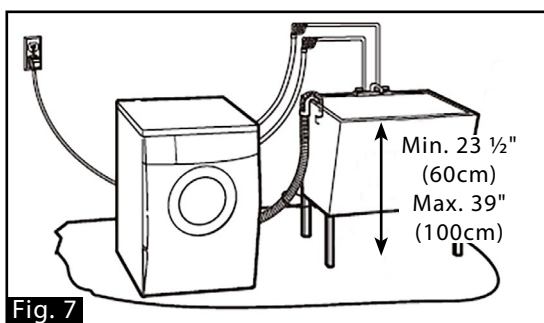

Fig. 7
2. LAUNDRY TUB DRAIN SYSTEM (FIG. 7):